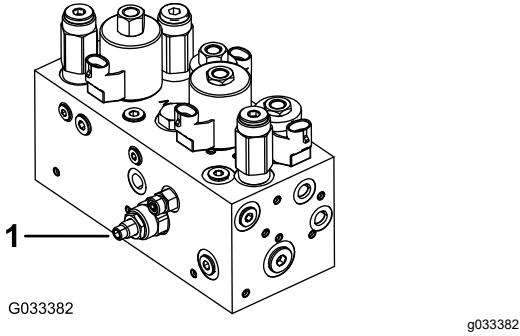

Figura 48
Il circuito di sollevamento/abbassamento degli apparati di taglio è provvisto di una valvola di regolazione del flusso (Figura 48). Questa valvola è preimpostata in fabbrica a circa 3 giri di apertura, ma può essere necessario regolarla per compensare le differenze di temperatura del fluido idraulico, velocità di tosatura, ecc.
1. Alzate il sedile e individuate la valvola di regolazione del flusso per il telaio di trazione centrale (Figura 48) situata sul lato del collettore idraulico.